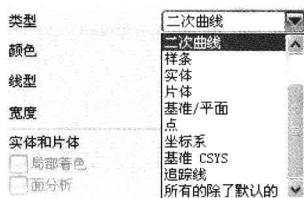

图 1-24 “类型”下拉列表
- 类型：该下拉列表中显示了 13 种类型，如图 1-24 所示。